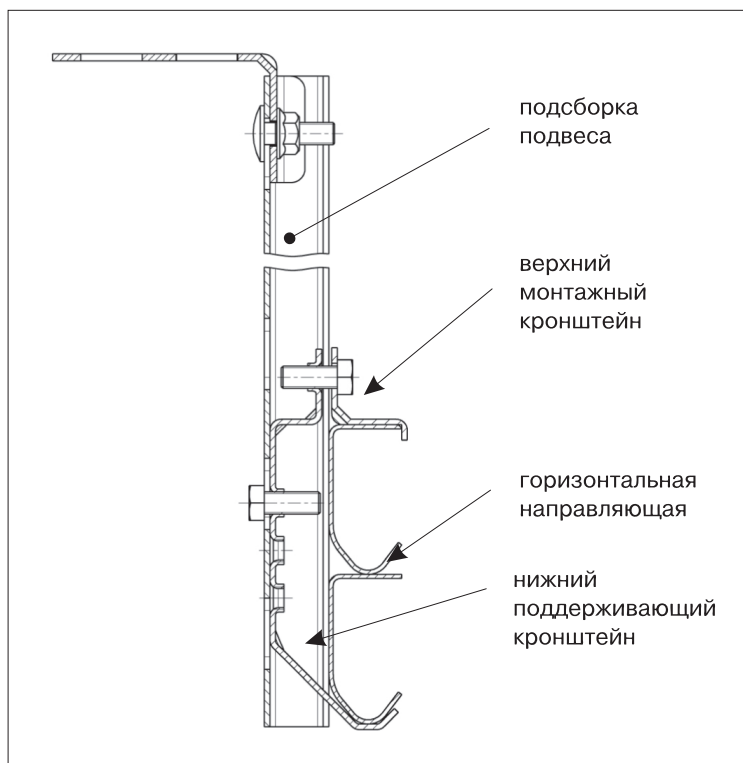

Рис. 16.1. Сборка подвеса
- 4) установить нижний поддерживающий кронштейн в С-образный профиль подвеса и закрепить его при помощи болта М8×16 с шестигранной головкой (рис.16.1).